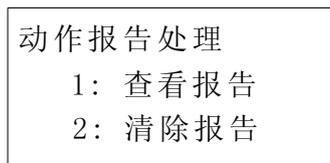

图 7-8 报告子菜单
7.2.4 “报告”:进行与报告相关的操作。本装置 FLASH 区可保存 100 个最近发生的历史报告,该菜单分二个子菜单,如图 7-8 所示: